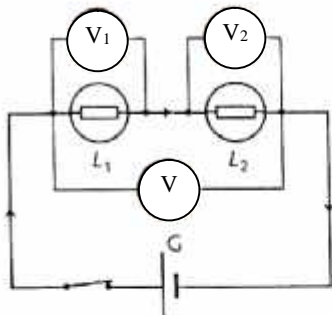

Fig 2a. Schéma du montage
b. Etude de la tension Fig 2a et 2b.